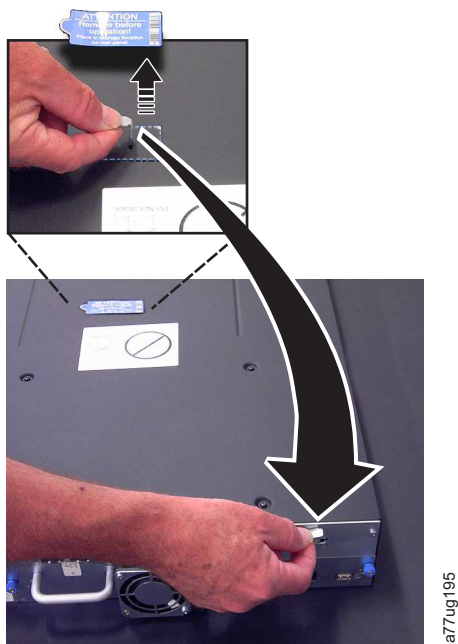

Figura 149. Extracción del bloqueo y la etiqueta de envío de la parte superior de la biblioteca y almacenamiento en el panel posterior
4. Extraiga el bloqueo de transporte de la parte superior del alojamiento de repuesto de la biblioteca (consulte la Figura 149).